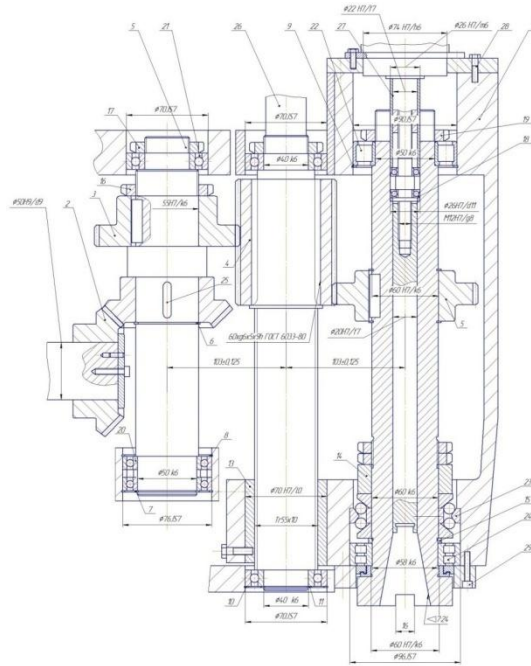

Рис. 2
14. Опишите конструкцию передней опоры шпинделя (Рис. 2).